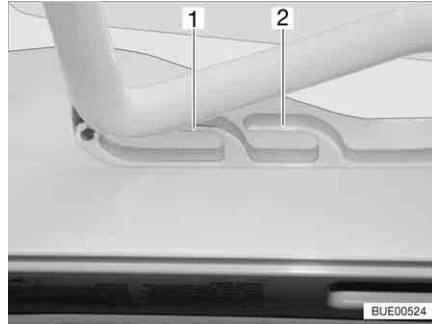
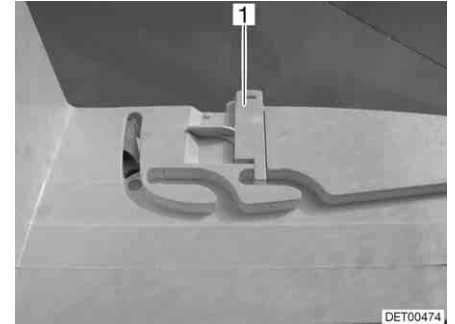

Fig. 68 Lanterneau Heki en position de ventilation
Fig. 69 Verrouillage position de ventilation
Il est possible d'amener le lanterneau Heki en deux positions de ventilation : Position pour mauvais temps (Fig. 68,1) et position intermédiaire (Fig. 68,2). Selon l'équipement, il est possible de verrouiller le lanterneau en position intermédiaire avec les deux verrous (Fig. 69,1) à gauche et à droite du cadre du lanterneau.
- Pousser légèrement l'étrier vers le haut, le pousser dans la glissière choisie (Fig. 68,1 ou 2) et le verrouiller si nécessaire.